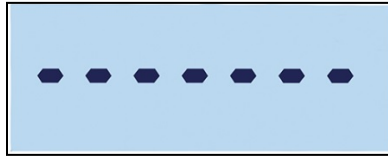

Figure 2-18 : Détection d'un poids stable
3. Confirmez le nombre de référence en appuyant sur . "-----" s'affichera (Figure 2-18) pendant que la balance détecte un poids stable. Assurez-vous que le nombre d'échantillons sur la balance correspond aux valeurs de référence sélectionnées. Si un poids stable est détecté